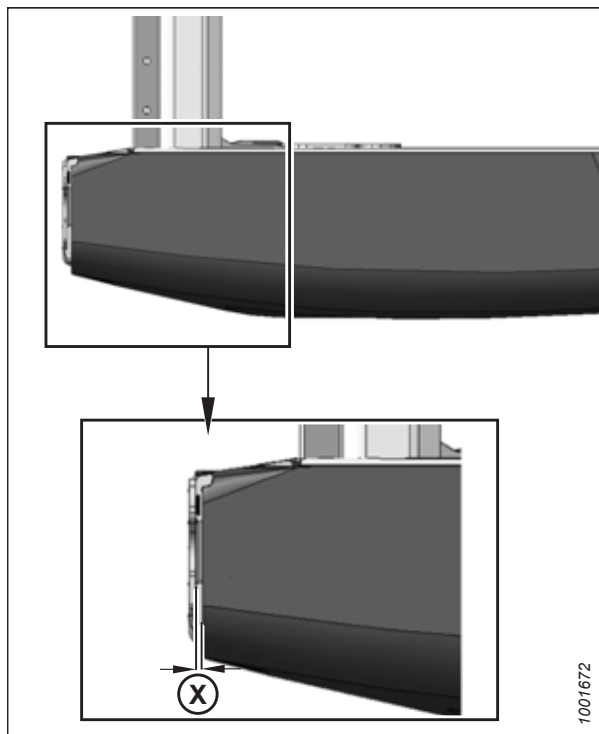

Рисунок 3.16: Левый боковой щиток
3. Ослабьте гайку (A) на шпильке (B) с внутренней стороны бокового щитка с помощью головки 19 мм (3/4 дюйма).
4. Закройте боковой щиток и отрегулируйте его положение, оставив зазор (X) (показан на рис. 3.16, страница 42) между передней кромкой бокового щитка и рамой жатки.
5. Откройте боковой щиток и затяните гайку (A).
6. Ослабьте болты на защелке (C) и отрегулируйте ее положение, чтобы переместить боковой щиток. Убедитесь, что обеспечена плотная пригонка верхней части бокового щитка и рамы жатки, а боковой щиток полностью зафиксировался на штифте (B).
7. Затяните болты на защелке (C).